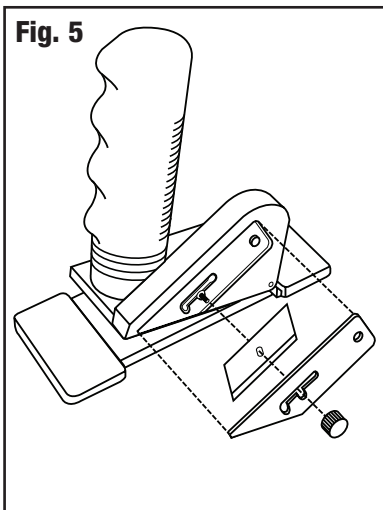

Fig. 5
3. Ponga el tapacuchillas y apriételo con el tornillo de cuchillas (**Fig. 5**).